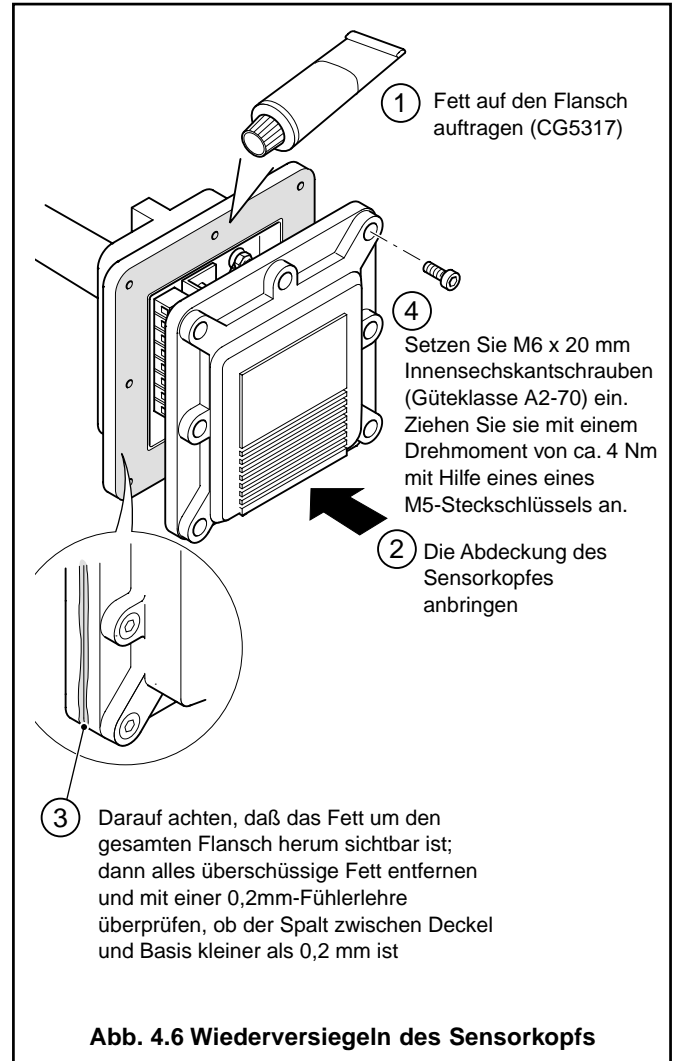

Abb. 4.6 Wiederversiegeln des Sensorkopfes
4.4 Wiederversiegelung des Sensorkopfes – Abb. 4.6
Siehe Abb. 4.6 zur Wiederversiegelung der Anschlussabdeckung für die Sonde.